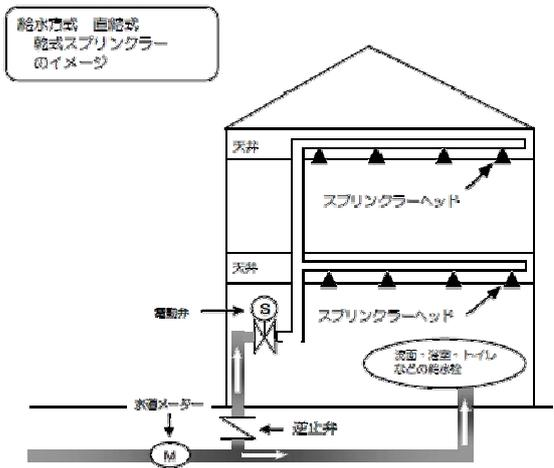

図 13-2-2
- (3) 乾式の場合（設備内に平時は水が充填されていないもの。※図 13-2-2 参照。）